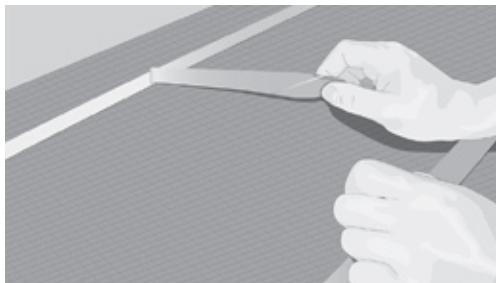

Bild 6. Lägg ut dubbelsidig tejp och ta bort baksidan
10. Fäst kabeln på den dubbelsidiga tejpen och ta bort fodret allteftersom kabellayouten fortskrider (bild 6 och 7).